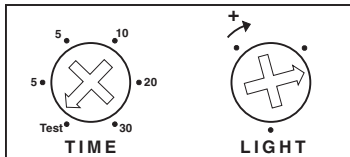

Figura 4 - Panel de control
4. Para probar, use un destornillador phillips pequeño y gire el control de TIEMPO (TIME) a la posición PRUEBA (TEST) (30 segundos) (vea la Figura 4). Prenda la energía en el cortacircuitos.
Hay ajustes precalibrados para el lapso de tiempo que las luces permanecen encendidas: Prueba (30 segundos), 5, 10, 20 y 30 minutos. Use un destornillador phillips pequeño para regular el control de TIEMPO (TIME) (Vea la Figura 4). Gire el control hasta que se “coloque a presión” en la posición de tiempo deseada (la flecha determina la posición).
Usted puede ajustar la sensibilidad Ódel deor a la luz existente. Use un destornillador phillips pequeño para fijar el control de la Luz (LIGHT) (Vea la Figura 4). Si gira el control completamente hacia la derecha (la flecha determina la posición), el detector prenderá la luz aún en pleno día. Si gira el control completamente hacia la izquierda, el detector prenderá la luz cuando la luz existente es muy baja.